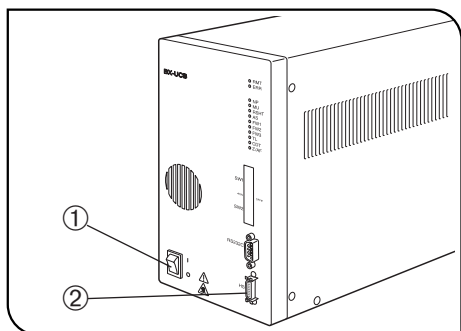

Fig. 4
▲ Certifique-se de que o interruptor principal ① da caixa de comando está na posição “O” (DESLIGADO) antes de ligar o cabo do comutador manual (e dos outros módulos) e o cabo de alimentação. (fig. 4)
1 Ligar o cabo do comutador manual (fig. 4)